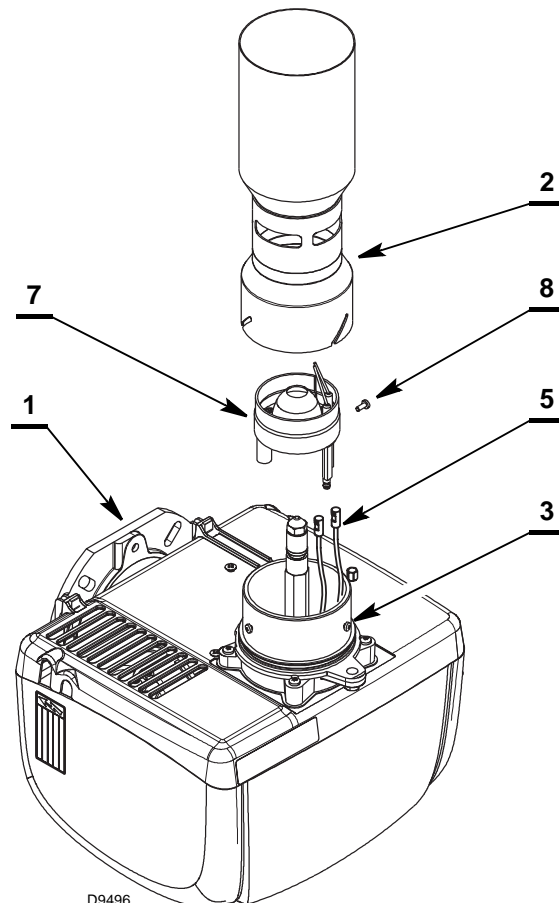

Afb. 28
- Bevestig de post-trechter 11) (Afb. 28) door de aanduidingen van de afbeelding te volgen.